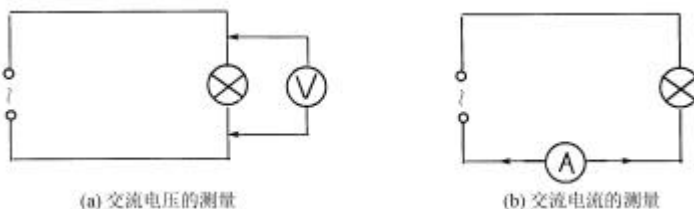

图 1-8 交流电压、交流电流的测量
(1) 交流电压的测量。先将量程选择开关转动到交流电压最大挡上，如不合适，再逐渐减小至合适挡上；若已知被测电压值范围，可将量程开关直接转动到相应的挡上。然后将红、黑表笔分别接触被测电压的两极，观察表针的读数。注意测电压值时表笔应并接在被测电路上，如图 1-8 (a) 所示。
(2) 直流电压的测量。测试方法与交流电压测量类似，但量程选择开关应转到直流电压挡。测量时必须将红表笔接触正极，黑表笔接触负极。如测前不知道正、负极，可用表笔快速接触被测量的两极，若发现指针反转，则需将表笔对换后再进行测量。一般电压表的使用方法与此相同。
(3) 交流电流、直流电流的测量。测试方法同交流电压、直流电压的测量，但测量电流时应将万用表串接于电路中，如图 1-8 (b) 所示。一般电流表的使用方法与此相同。